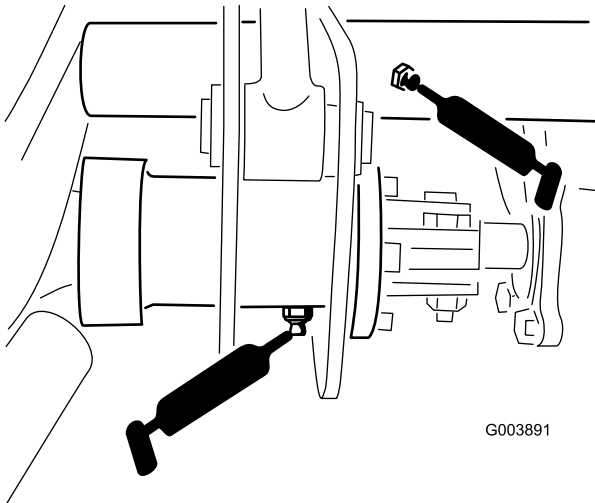

Bild 44
- 5 Schmiernippel an den Hubarmgelenken (Bild 44)
- 1 Schmiernippel an der Antriebswellenkupp- lung (Bild 44)